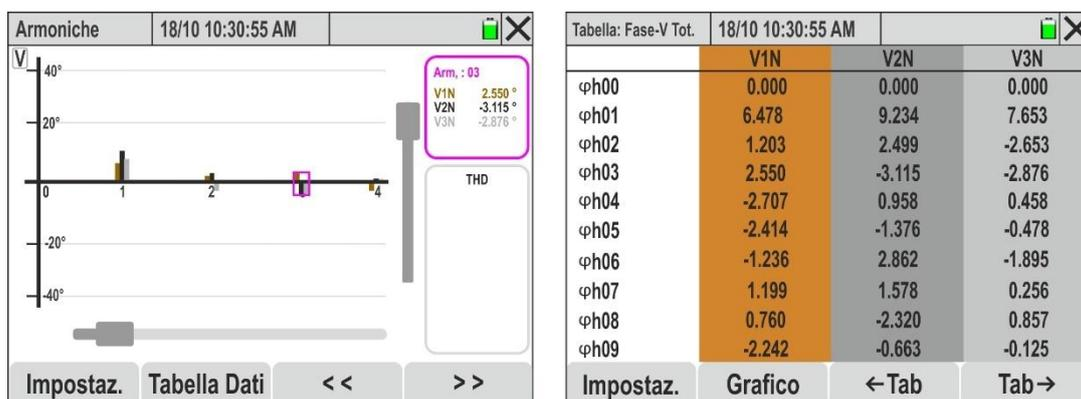

Fig. 58: Analisi armonica angoli di fase per segnali di tensione
17. **Con selezione delle 4 tensioni o delle 4 correnti** i grafici a istogramma degli angoli di fase rispetto all’origine delle grandezze V1N, V2N, V3N, VNPE oppure I1, I2, I3, IN sono mostrate nella Fig. 58 – parte sinistra
19. Toccare il tasto “**Tabella Dati**” per passare dalla visualizzazione numerica. La videata di Fig. 58 - parte destra è mostrata a display. I parametri “ $\phi_{hxx}$ ” indicano l’ampiezza dell’armonica xx, per ogni canale selezionato